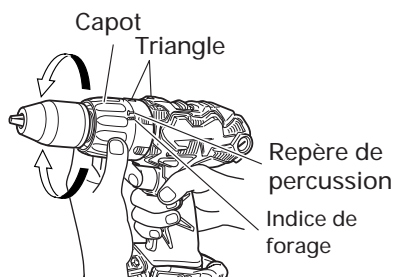

Fig. 21
9. Vérification de la position du capuchon <DV18DL> (Voir Fig. 21)
### (2) Indication du couple de serrage (Voir Fig. 21 et 23)
### (3) Réglage du couple de serrage (Voir Fig. 21 et 23)